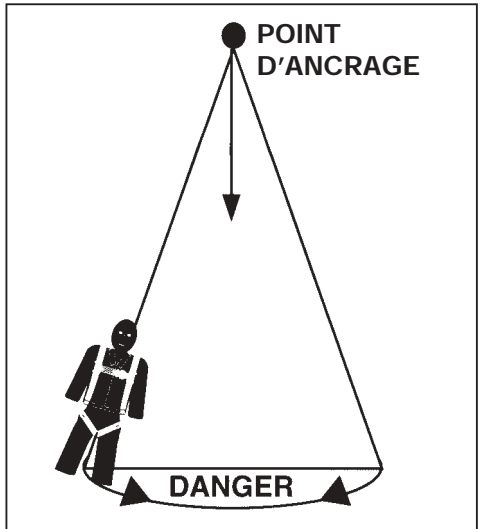

FIGURE 4
- 4.1 Placez toujours le coulisseau de sécurité au-dessus de la tête pour réduire les risques de chute par balancement (figure 4).